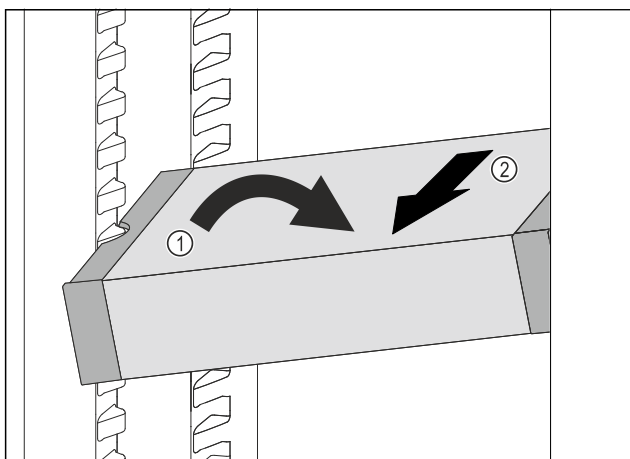

Fig. 64
- ▶ Coloque el VarioSafe en el compartimento del frigorífico en posición oblicua. Fig. 64 (1)
- ▶ Extraiga el VarioSafe hacia delante. Fig. 64 (2)